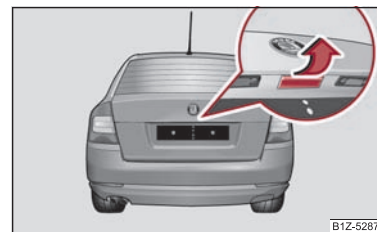

Fig. 28 Clapeta capotei portbagajului
- Apăsați asupra profilului de prindere ⇒ fig. 28 și ridicați simultan capota portbagajului.